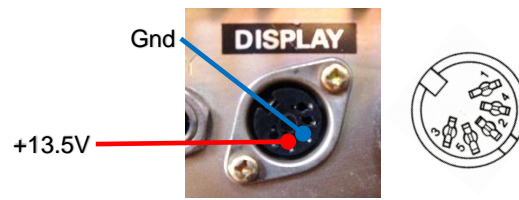

Abbildung 17
- Verbinden Sie das Multimeter (min. 3 ½ Stellen → Auflösung 10mV) mit der 5-poligen Buchse (Gnd = Pin2, +13.5V=Pin5), siehe Abbildung 17.
- Messen Sie mit dem Multimeter die Versorgungsspannung gemäss Abbildung 17.